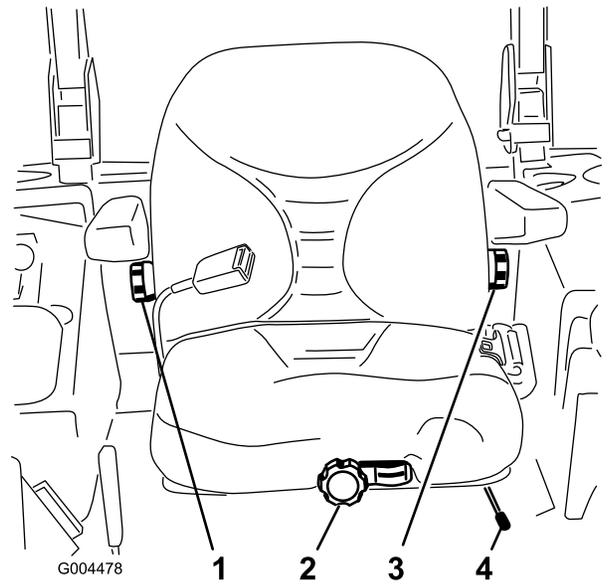

Figura 17
1. Para ajustar el asiento, mueva la palanca lateralmente para desbloquear el asiento (Figura 17).
Sin sentarse en el asiento, gire el pomo situado en la parte delantera en cualquier sentido hasta encontrar la posición más cómoda (Figura 17).
Para ajustar el respaldo del asiento, gire el pomo situado debajo del reposabrazos derecho en cualquier sentido hasta encontrar la posición más cómoda (Figura 17).
Para ajustar el respaldo del asiento, gire el pomo situado debajo del reposabrazos izquierdo en cualquier sentido hasta encontrar la posición más cómoda (Figura 17).